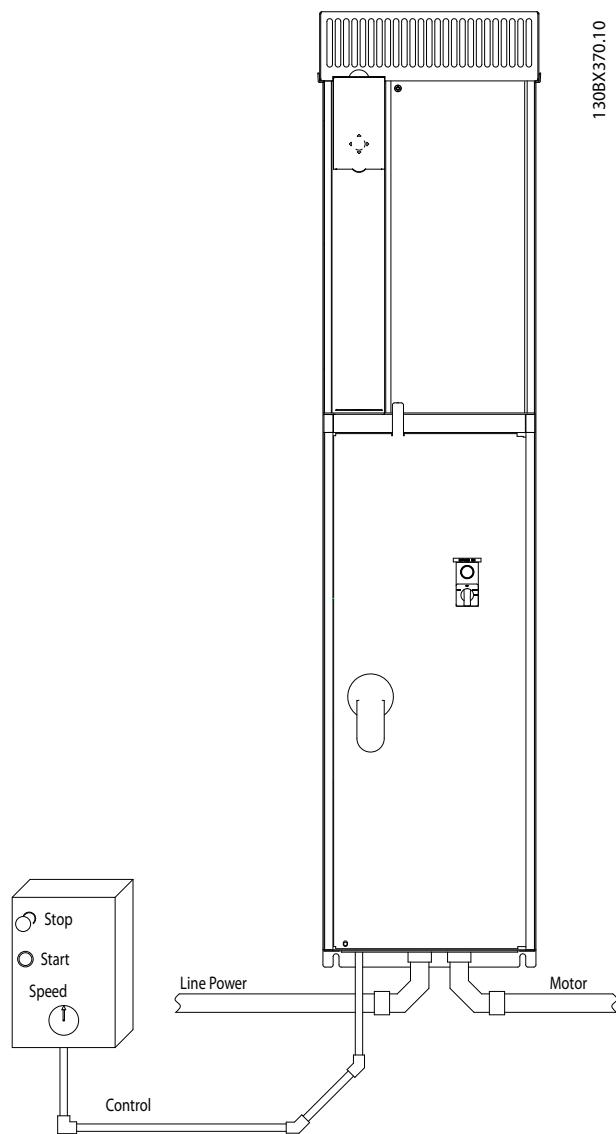

图 2.3 使用线管执行正确电气安装的示例
- 由于电动机线路带有高频电流, 因此主电源、电动机功率以及控制线路必须单独布线。 请使用金属线管或单独的屏蔽线。 请参阅 **图 2.3**。 如果不隔离功率、电动机和控制线路, 将可能影响设备的性能。